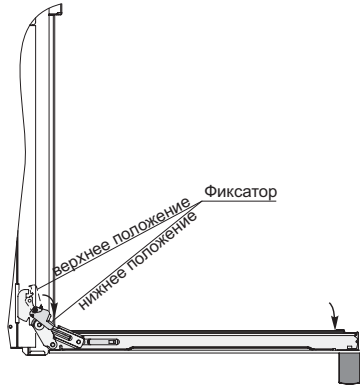

рис. 11
Для снятия дверцы нужно (см. рис. 11,12,13):
2. Повернуть фиксатор шарнира в крайнее нижнее положение см. рис. 11;